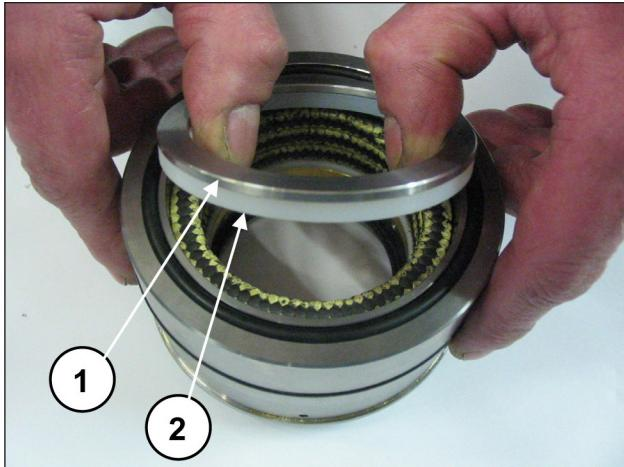
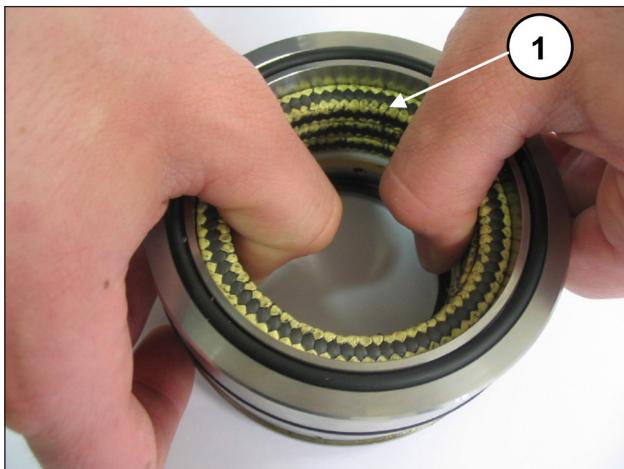

Fig. 161
Fig. 162
Separare o suporte de vedação da camisa, retire o anel para a mola e o anel raspador (pos. ①②, Fig. 161) para acessar as vedações de pressão (pos. ①, Fig. 162).